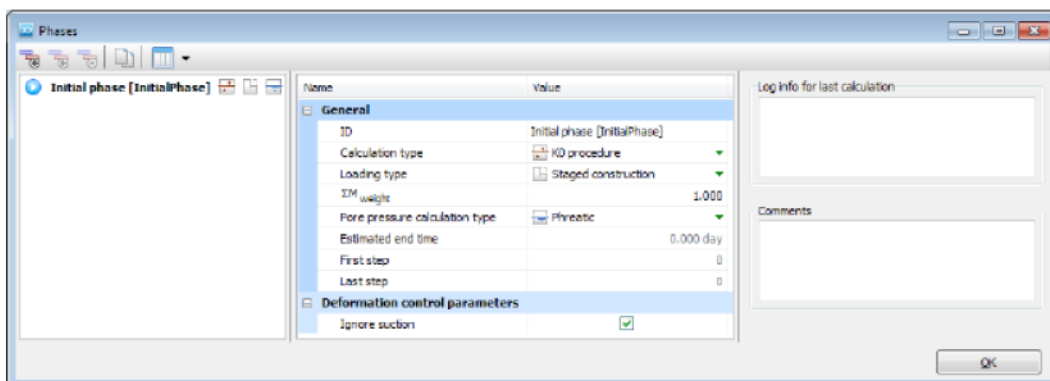

图 1.12 初始阶段的阶段窗口
- 1)  点击编辑阶段按钮(Phase)或双击阶段浏览器(Phase explorer)中的阶段，就会显示阶段窗口，如图 1.12 所示。